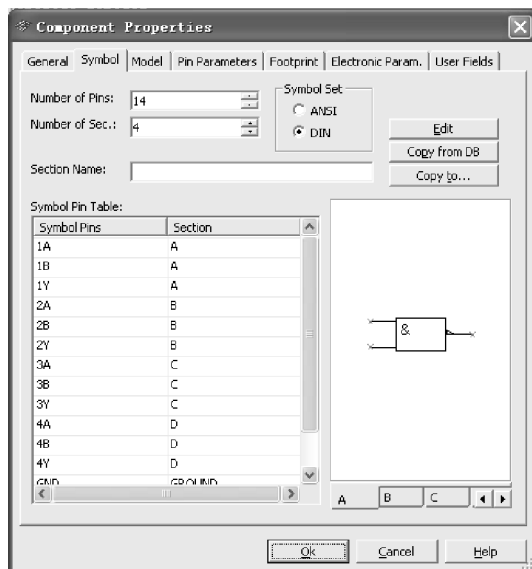

图 2-79 元器件属性编辑对话框
- 5) 单击 **Edit** 按钮，弹出元器件属性编辑对话框，如图 2-79 所示。
6) 由图 2-79 可知，元器件的各种特性分门别类地放在 7 个选项中，通过编辑这些内容，就可以创建一个新元器件。